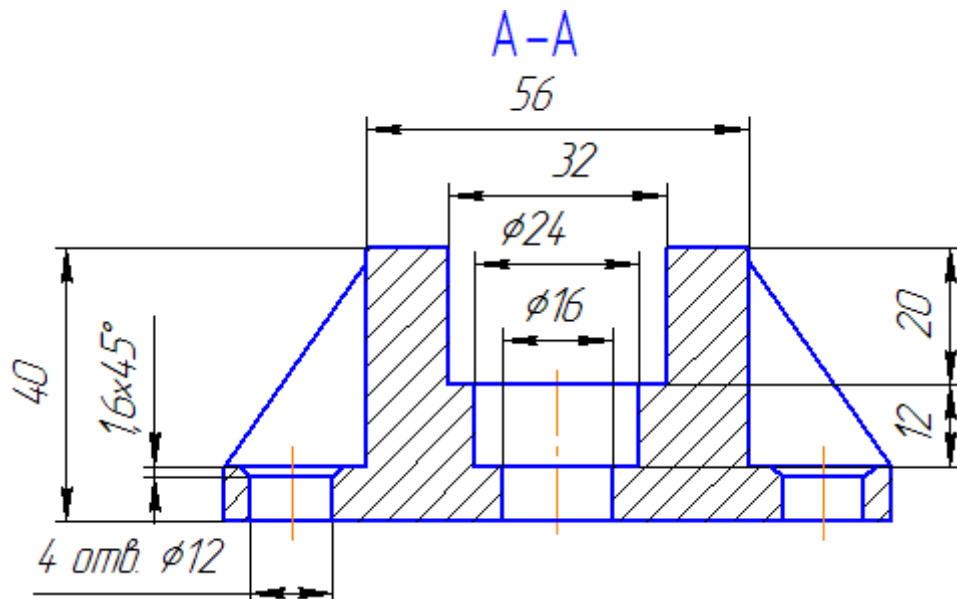

Рисунок 63.
- Нажмите кнопку Прервать команду  (рис.63).